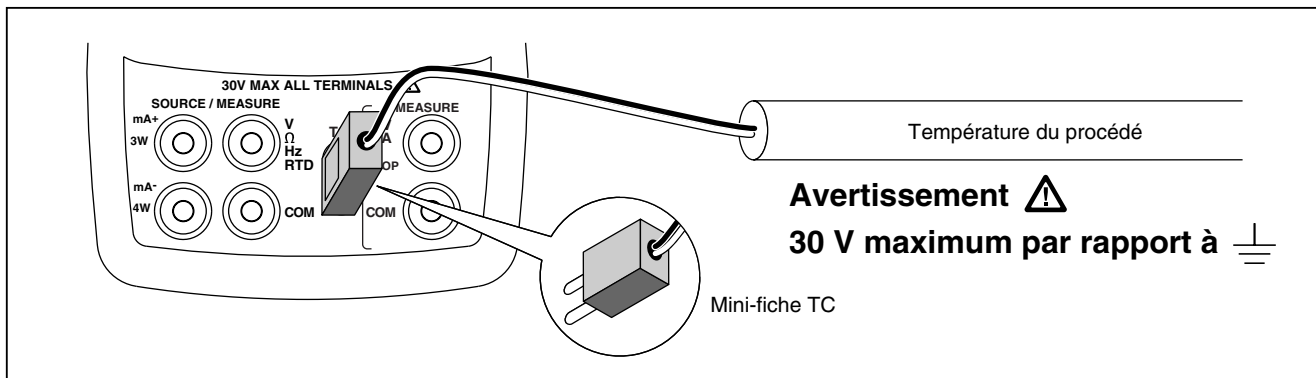

Figure 10. Mesure de température avec un thermocouple
1. Branchez les fils du thermocouple sur l'entrée/sortie TC par l'intermédiaire de la mini-fiche TC adéquate conformément à la figure 10. *L'une des broches est plus large que l'autre. N'essayez pas d'enfoncer de force une mini-fiche suivant la mauvaise polarisation.*